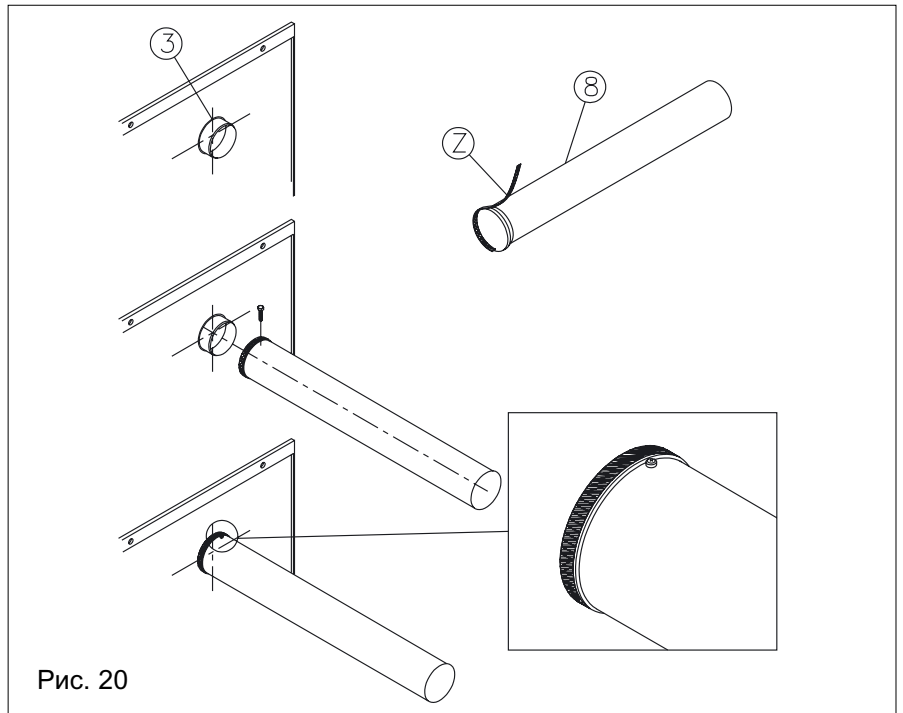
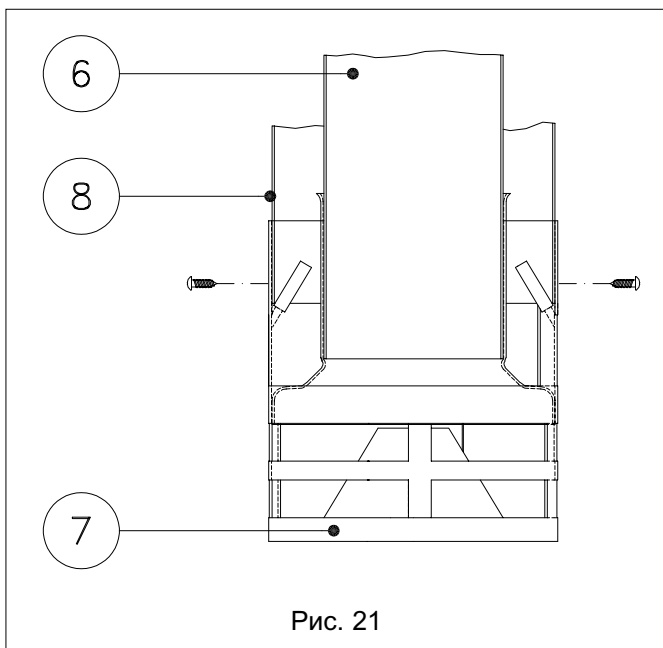
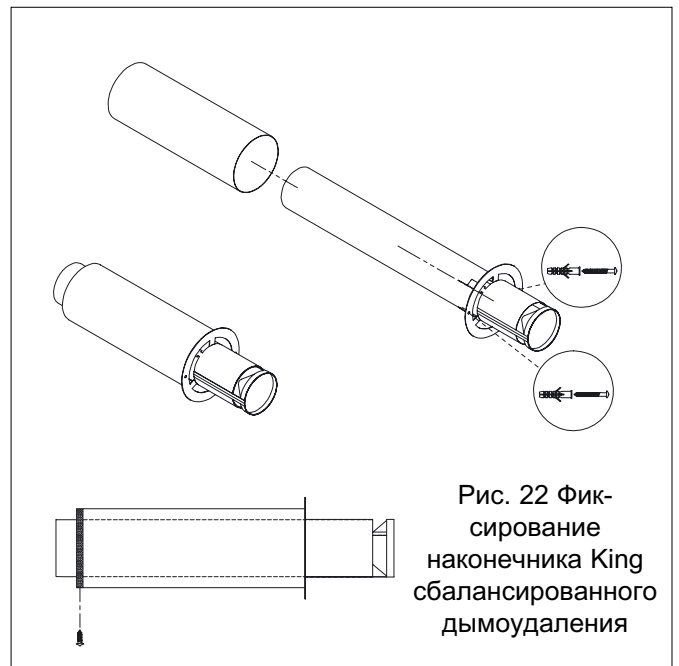

Рис. 20
Рис. 21
Рис. 22 Фиксирование наконечника King сбалансированного дымоудаления
- 5) Зафиксировать на хомутике (3) воздушного короба трубу (8) при помощи прилагаемого винта, предварительно вставив уплотнение (Z) (см.рис. 20).
- 6) Вставить трубу дымоудаления (6) во внутренний хомутик дымового короба.
- 7) Соединить насадку (7) с двумя трубами (6-8) и закрепить ее тремя винтами мод. "FE" Рис. 21
- 8) Установить радиатор (4) у стены, на которой ранее было сделано отверстие, и закрепить его прилагаемыми винтами.
- 9) В случае наличия стенной насадки (3) и радиаторов сбалансированного потока (рис. 22), сначала установить радиатор (4) в проделанное отверстие и затем подсоединить насадку, прикрепив ее к стене при помощи двух дюбелей.